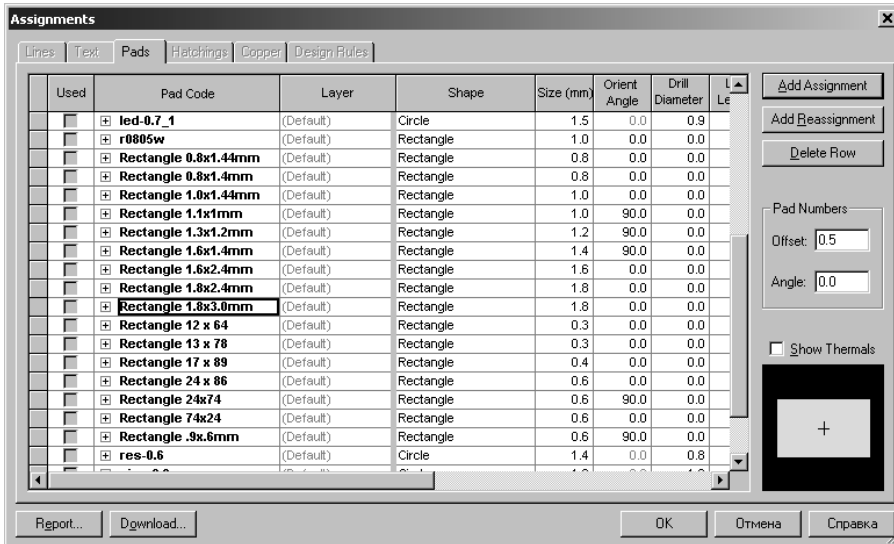

Рис. 1.16
**Code**) и второго – (**Code**). При этом можно воспользоваться кнопкой  в соответствующем окне и выбрать ЭДМ из предлагаемого списка. Если щелкнуть по кнопке  **Assignments**, то откроется соответствующее диалоговое окно, см. рис. 1.16, в котором можно получить подробную информацию о представленных ЭДМ, внести в них изменения или создать новые.